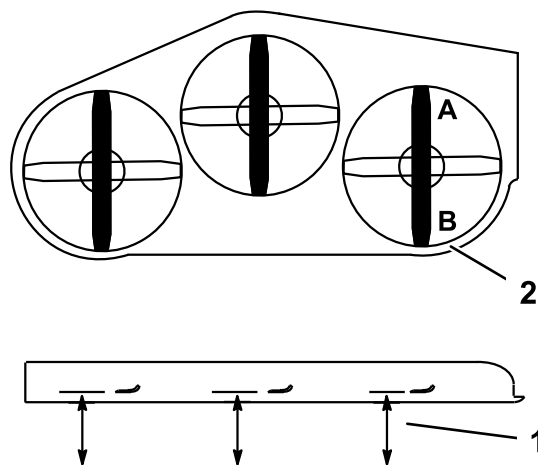

Figure 76
1. Tournez la lame **droite** dans le sens longitudinal (Figure 76).
2. Mesurez la distance au point **A** entre la surface plane et le tranchant de la pointe de la lame droite (Figure 76).
4. Mesurez la distance au point **B** entre la surface plane et le tranchant de la pointe de la lame droite (Figure 76).
6. La lame doit être plus basse de 6 à 10 mm (1/4 à 3/8 po) au point **A** qu'au point **B** (Figure 76). Si ce n'est pas le cas, passez aux étapes suivantes.